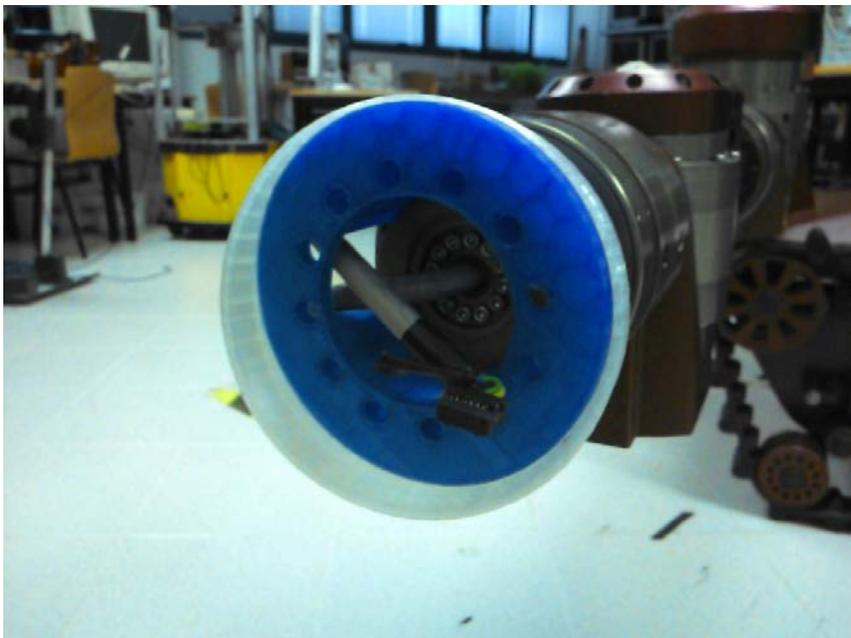

Figura 3.7.: Conector para la Barret Hand y pieza de acople entre brazo/mano
- Se monta el conector adecuado para la mano (ver Figura 3.7).
- Creación de una pieza de acople entre la mano y el brazo (ver Figura 3.7).